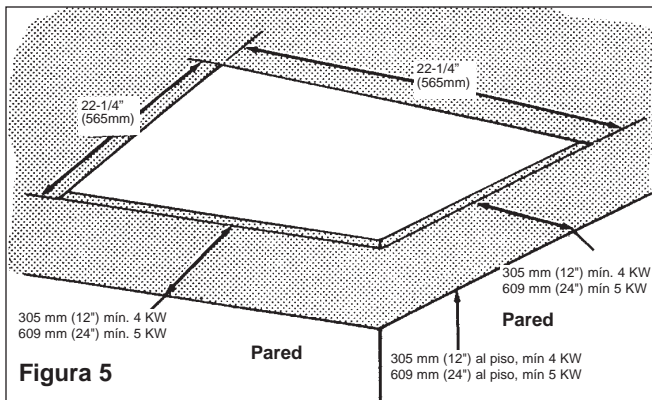

Figura 5
2. Corte un orificio de montaje de 22-1/4" x 22-1/4" (565mm x 565mm) en el cieloraso para la caja montada empotrada (Figura 5).